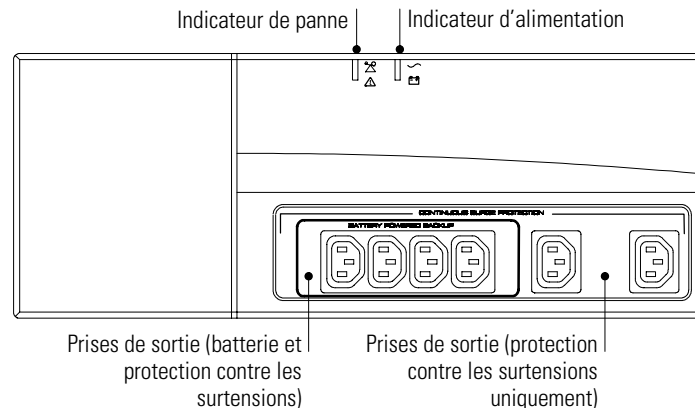
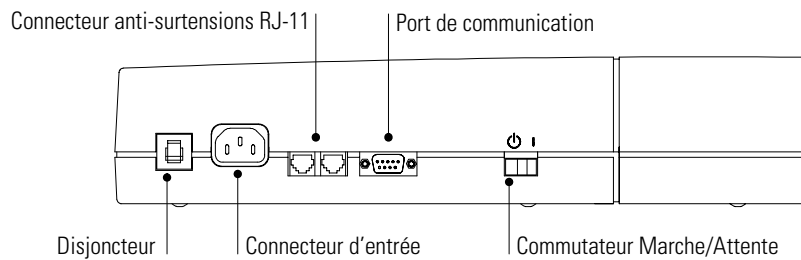
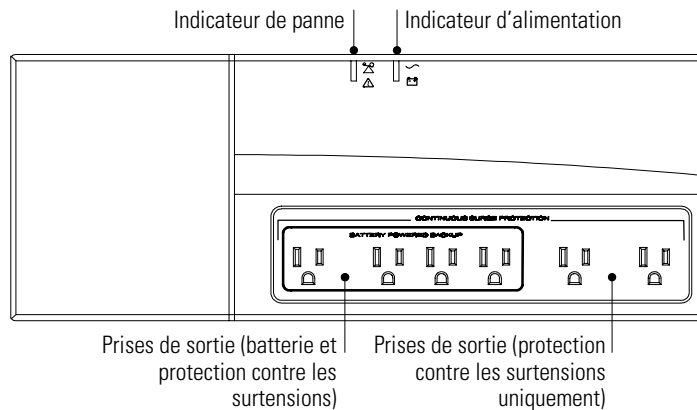
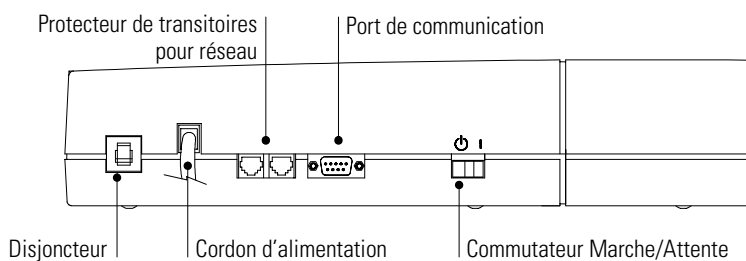

Figure 1. Modèle 230V Panneau supérieur
Figure 2. Modèle 230V Panneau latéral
Figure 3. Modèle 120V Panneau supérieur
Figure 4. Modèle 120V Panneau latéral
3. Mettez l'onduleur UPS en marche en appuyant sur le commutateur, comme le montre la Figure 2 ou la Figure 4 à la page 32. L'indicateur d'alimentation s'allume indiquant que l'alimentation est disponible dans les prises de sortie de l'onduleur UPS.
Les Figure 1 et Figure 2 identifient les fonctions du Modèle 230V (Europe), qui dispose d'un connecteur pour le cordon de la ligne d'entrée ainsi que de prises de sortie IEC. Les Figure 3 et Figure 4 identifient les fonctions du Modèle 120V (Etats-Unis), avec le cordon de ligne d'entrée raccordé.